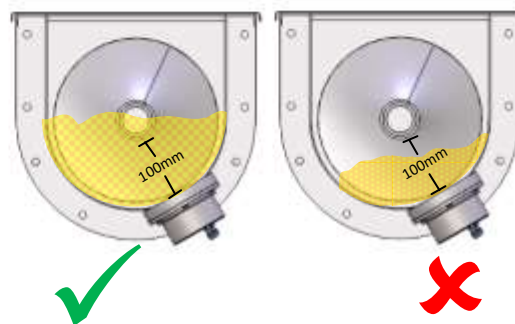

Fig. 7: Materialniveau for skruetransportør
- Oprethold et stabilt materialefyldningsniveau, og sørg for, at materialedybden foran sensorens keramiske skive altid forbliver over 100 mm (se Fig. 7).